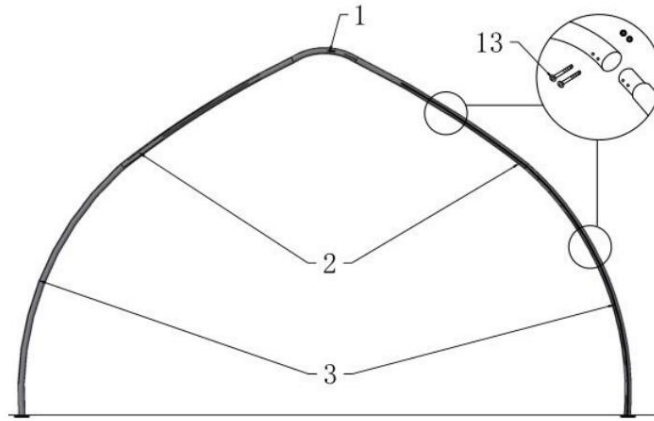

Figure 3
1. Comme illustré à la figure 3, trouvez un tube coudé de toit (n° 1), deux tubes coudés centraux (n° 2) et un tube coudé inférieur (n° 3) et assemblez chaque arceau avec un boulon M8x60 (n° 13).